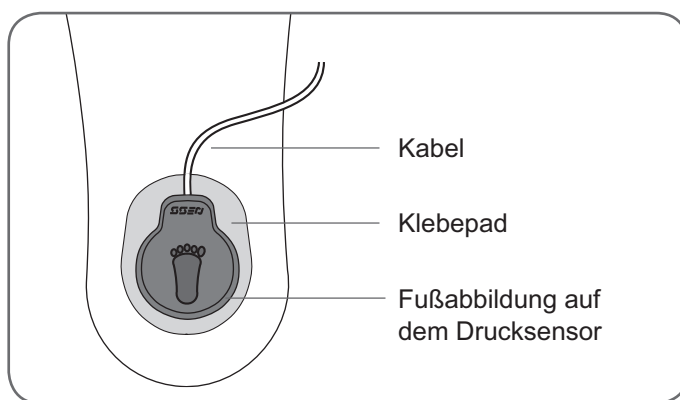

Abbildung 7-8: Platzierung des Drucksensors im Fersenbereich des Schuhs
2. Das Kabel des Drucksensors muss in Richtung der Zehen zeigen. Drücken Sie dann den Drucksensor an das Klebepad (siehe Abbildung 7-8).